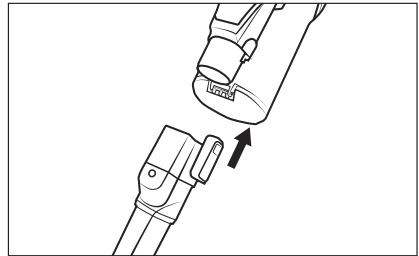

Abb. 14
- ♦ Schieben Sie das Zubehör auf das Saugrohr **24** oder auf die Saugöffnung des Gerätes, bis es mit einem Klickgeräusch einrastet (siehe Abb. 14). Achten Sie dabei auf die richtige Position der Verriegelung.